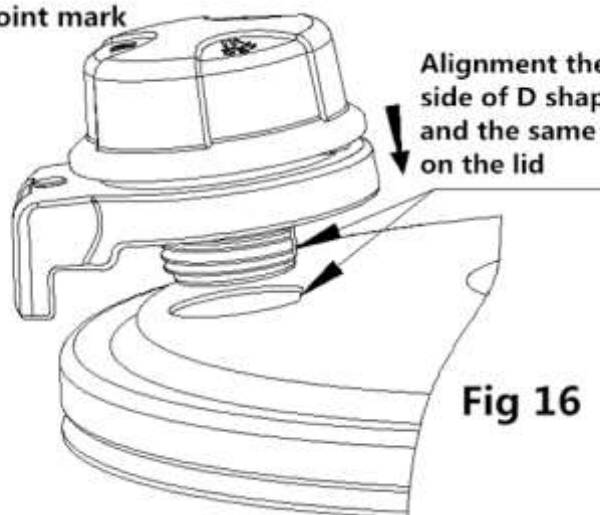

Fig 16
- Wyrównaj prostą stronę kształtu D zaworu z tą samą stroną w pokrywie (Rys. 16).